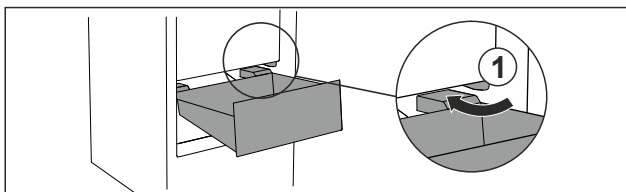

Fig. 73
- ▶ Før skuffen skråt omkring stoppene Fig. 73 (1).